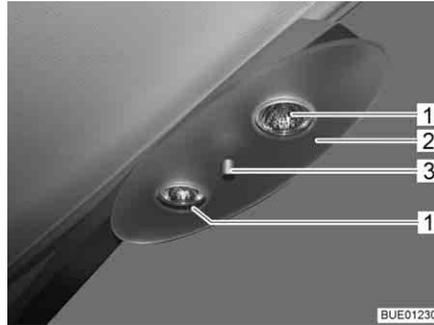

Fig. 224 Lámpara halógena de techo
- Desenroscar la tuerca de fijación (Fig. 224,3) y retirar la cubierta (Fig. 224,2).
- Extraer la bombilla halógena (Fig. 224,1).